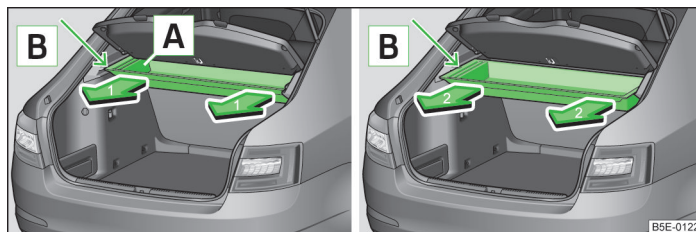

Fig. 91 Caseta de depozitare: împingere spre în afară / scoatere
Cutia de depozitare de sub capota portbagajului se poate debloca cu ajutorul a două șine transversale **[A]** » fig. 91.
- > Trageți afară caseta cu ambele mâini în sensul săgeții 1 » fig. 91, până la limita **[B]**.
- > Scoateți caseta cu ambele mâini în sensul săgeții 2 » fig. 91, după ce depășiți limita **[B]**.
Montarea, respectiv demontarea șinelor transversale este posibilă doar atunci când caseta este extrasă până la opritorul **B** » fig. 91.